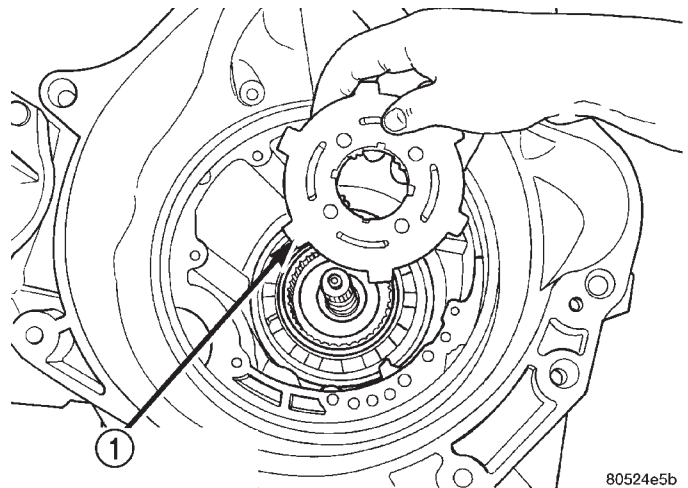

Fig. 39 Conjunto del engranaje planetario trasero
(39) Retire el conjunto del engranaje planetario trasero (Fig. 39).